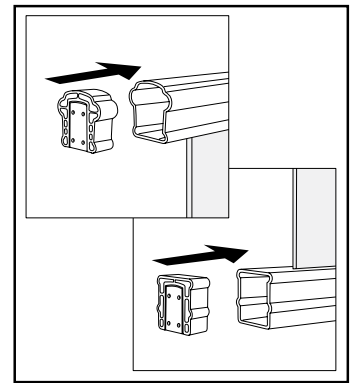

Figure 4
5. Glisser deux supports de main courante supérieure et de main courante inférieure sur les extrémités des sections de rampe assemblées (Figure 4).